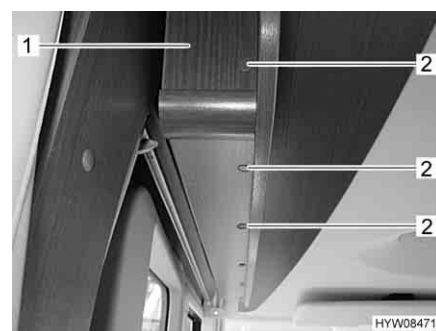

Fig. 97 Diaframma sul letto basculante
- Togliere tutti i coperchi di copertura (Fig. 97,2).
- Svitare tutte le viti (a intaglio) che si trovano sotto i coperchi di copertura e rimuovere il diaframma (Fig. 97,1).